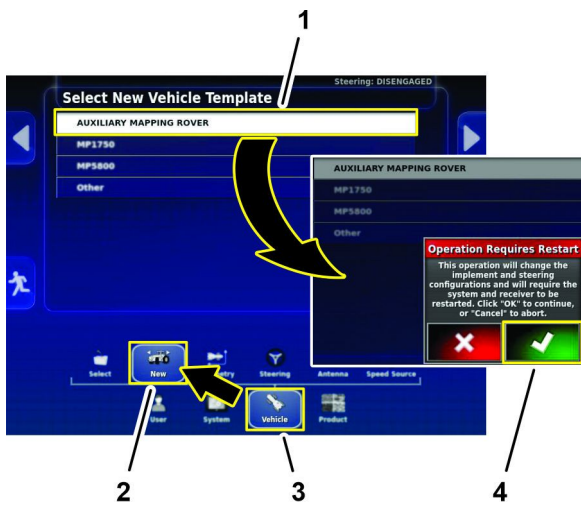

Figura 185
- No ecrã de configuração, pressione o ícone VEÍCULO e o ícone NOVO (Figura 185).
4. Na página "selecionar novo modelo de veículo", pressione o ícone VEÍCULO AUXILIAR DE MAPEAMENTO (Figura 185).
5. Na caixa de diálogo "a operação exige que o sistema seja reiniciado", pressione o ícone Confirmar (Figura 185).